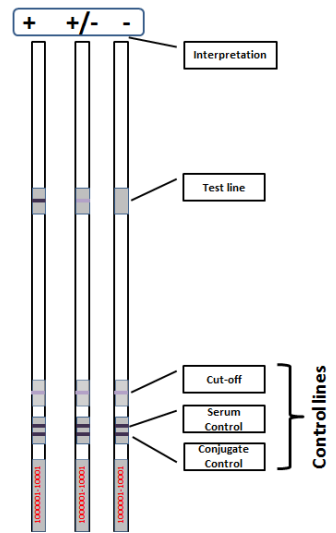

Abbildung 1: Schematische Darstellung von reagierten LIA-Streifen mit einer Testlinie.
- Die Testlinien werden oberhalb (siehe schematische Darstellung Abbildung 1) der Cut-Off-, Serum- und Konjugat-Kontrolllinien, wie in der schematischen Darstellung gezeigt, platziert. Serum- und Konjugat-Kontrolllinien erscheinen auf dem gleichen Teil der Nitrocellulose an der Unterseite.
- Wie bezeichnet in Abbildung 1, sollten die Serum- und Konjugat-Kontrolllinien eindeutig positiv sein, was ein erfolgreiches Experiment anzeigt. Der Cut-Off ist eine schwache Linie mit Variation in der Intensität basierend auf den Versuchsbedingungen. Die schematische Darstellung in Abbildung 1 zeigt eine Beispiel-Testlinie und 3 Kontrolllinien. Die Testlinienentwicklung hängt von der Probe ab. Positive Reaktionen können mit variierenden Intensitäten von schwach bis stark auftreten. **Schwache Reaktionen sollten sich im Vergleich zur Intensität der bereitgestellten Cut-Off-Linie innerhalb des Streifens befinden.** Reaktionen, die deutlich dunkler oder dichter sind als die Intensität der Cut-Off-Linie sollten als positiv betrachtet werden.